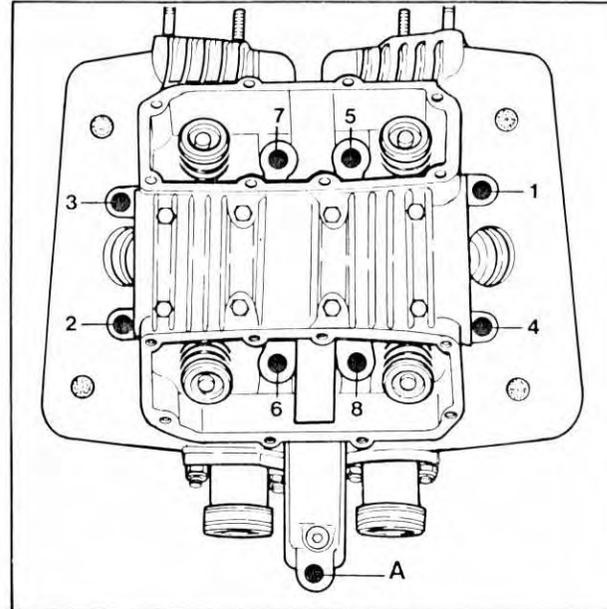

Fig. 34
- Togliere il bulloncino a testa cava esagonale (A - fig. 34).
- Svitare progressivamente, allentandoli **un poco alla volta**, gli otto dadi (esagono da 17) di fissaggio della testa, seguendo l'ordine indicato nella fig. 34.
- Remove Allen screw (A - fig. 34).
- Unscrew evenly and a little at a time the eight cylinder head nuts (17 mm hex), in the sequence shown in fig. 34.